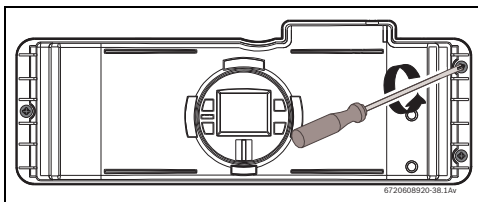
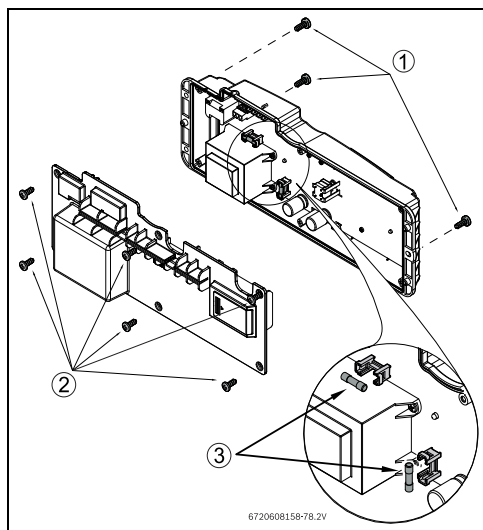

Рис. 46
Рис. 47 Расположение предохранителей
- отпустите три винта на блоке управления (Рис. 46 и Рис. 47 , поз. 1).
- Отпустите шесть винтов на задней крышке блока управления, см. Рис. 47 , поз. 2.
- Проверьте предохранители на печатной плате, см. Рис. 47, поз. 3.
- После проверки предохранителей установите все детали на место в обратном порядке (Рис. 47, поз. 3).